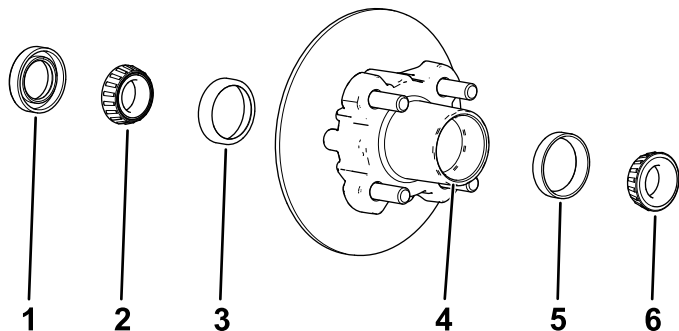

Figura 39
1. Rimuovete il cuscinetto esterno e il relativo anello dal mozzo (Figura 39).
2. Rimuovete la guarnizione e il cuscinetto interno dal mozzo (Figura 39).
5. Pulite la cavità del mozzo da tutto il grasso, la sporcizia e i detriti (Figura 39).
7. Riempite la cavità del mozzo per il 50–80% di grasso specificato (Figura 39).
8. Montate il cuscinetto interno sull'anello sul lato interno del mozzo e montate la guarnizione (Figura 39).